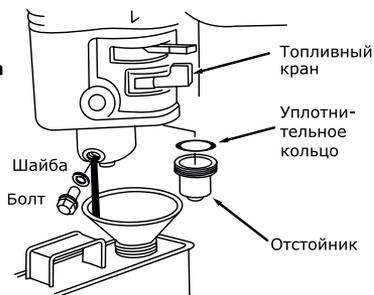

Рис. 19
Переместите топливный кран в положение «Закрыто» (OFF), открутите топливный фильтр и снимите уплотнительное кольцо. Промойте детали в растворителе, тщательно прочистите их и снова установите на прежние места. Переместите топливный кран в положение «Открыто» (ON) и убедитесь, чтобы не было утечек (см. рис. 19).